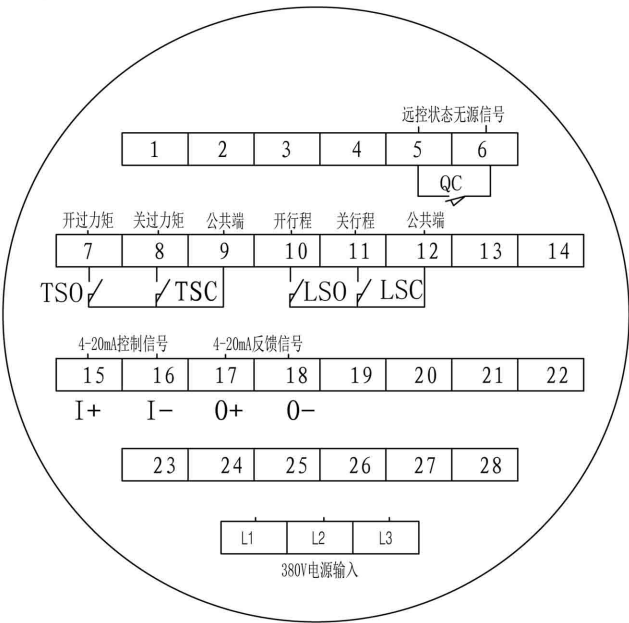
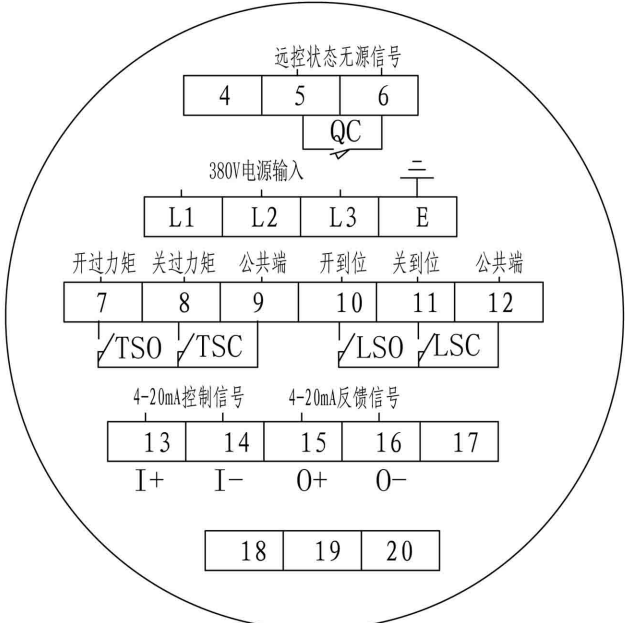

图 14 整体调节型端子接线图
图 15 隔爆整体调节型端子接线图
6.6 整体调节型及隔爆整体调节型端子接线图见图 14、图 15